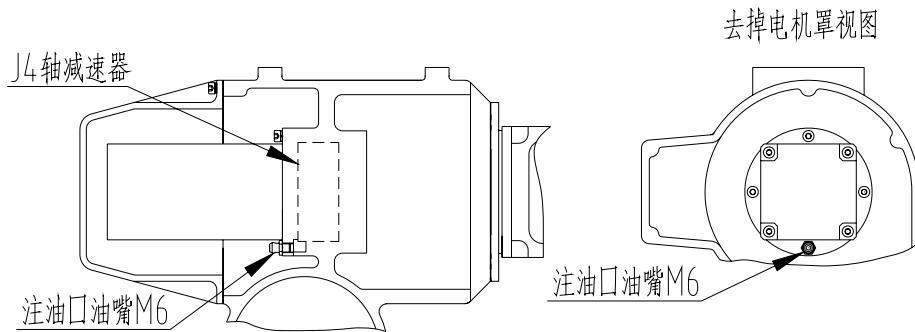

图 15 J4 轴减速机局部结构
- 3、用油枪从注油口注油（参考图 15 J4 轴减速机局部结构）；